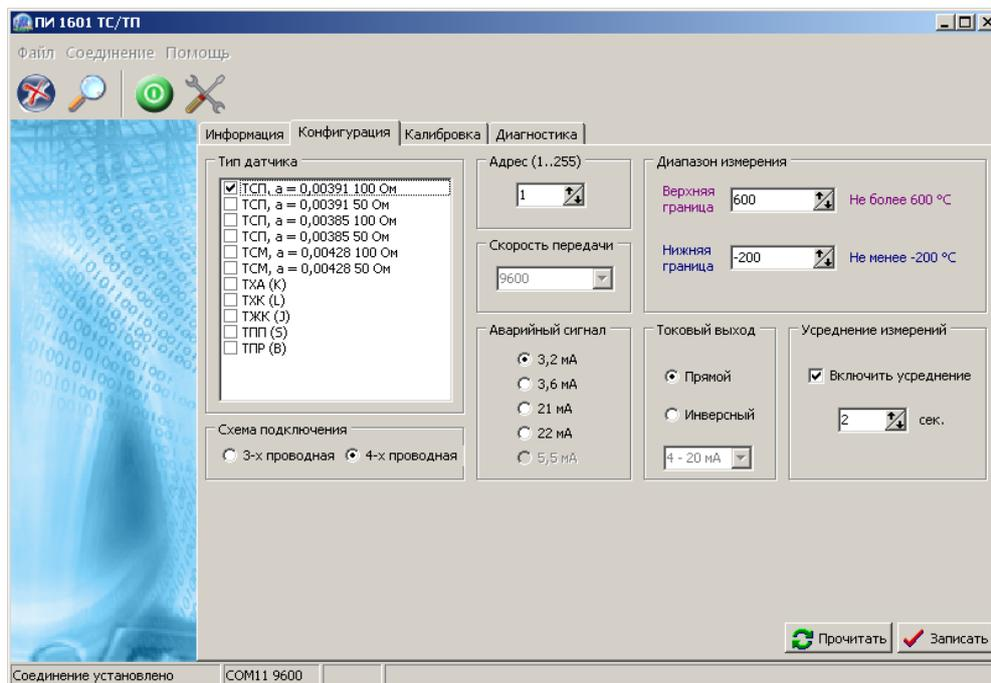

Рисунок 4 - Вкладка «Конфигурация»
1.7.4 Для настройки преобразователя откройте вкладку «Конфигурация» (см. рисунок 4) и задайте настройки, указанные в таблице 4.